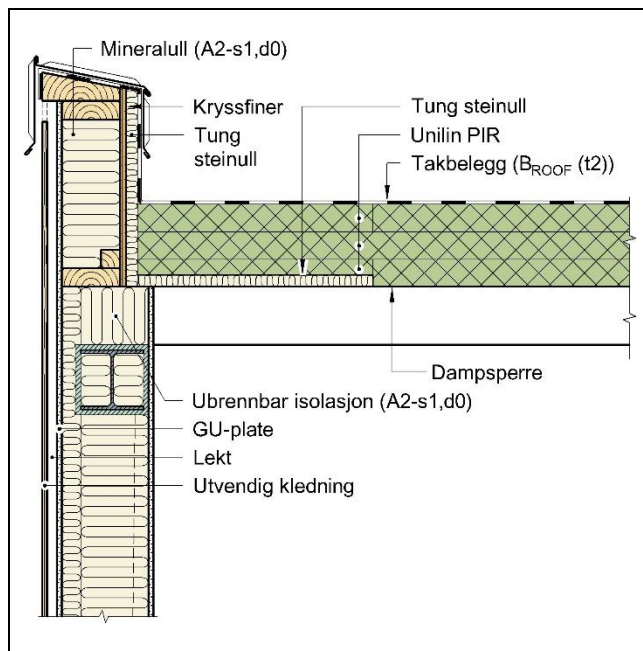

Fig. 4
- I tilfeller der takkonstruksjon av bærende stålplater har parapet eller tilstøtende vegger/fasader av eller med brennbare materialer, må det legges en 0,6 m bred plate av minimum 30 mm steinullisolasjon med densitet minst 150 kg/m³ under Unilin Utherm Roof isolasjonsplater inntil veggen. Parapet av eller med brennbare materialer må på siden mot taket beskyttes med minimum 30 mm steinullisolasjon med densitet minst 110 kg/m³, montert på en kryssfinérplate med tykkelse minimum 15 mm. Se fig 4.